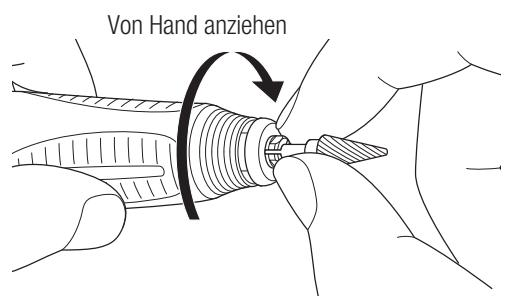

Abb. 10
- 3) Drehen Sie das Spannfutter von Hand bis zum Anschlag im Uhrzeigersinn (Abb. 10).